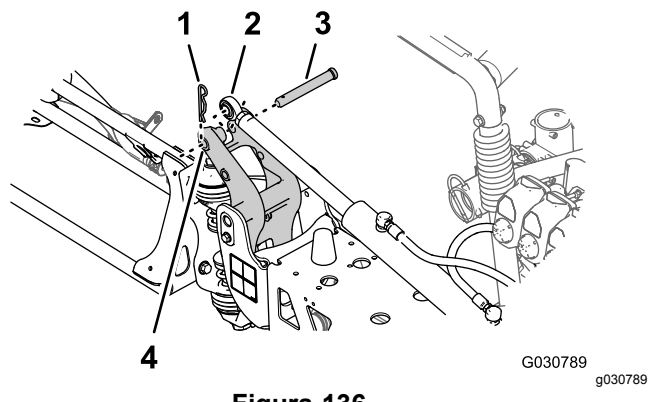

Figura 136
6. Alinee la rótula del cilindro de elevación con el orificio de 25 mm del brazo del acoplamiento de giro (Figura 136).
7. Sujete el cilindro de elevación al acoplamiento de giro con el pasador y la chaveta (Figura 136) que retiró en el paso 3 de Retirada de los cilindros de elevación (página 36).